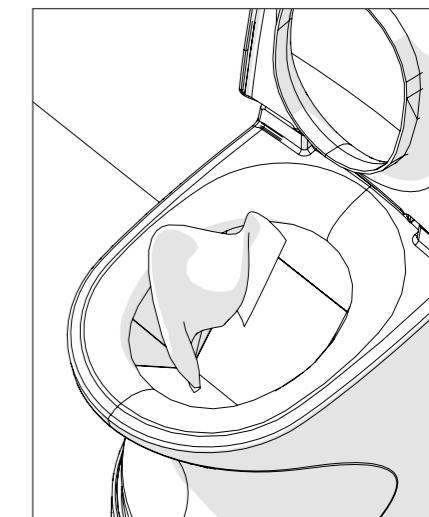

Ilustración 8
3. Limpiar el tazón de la bolsa con un paño suave (ilustración 8). Usar paños de papel que quepan en la cámara de combustión después de la limpieza. Luego volver a colocar la tapa del inodoro. La puerta de la cámara de incineración se cierra.